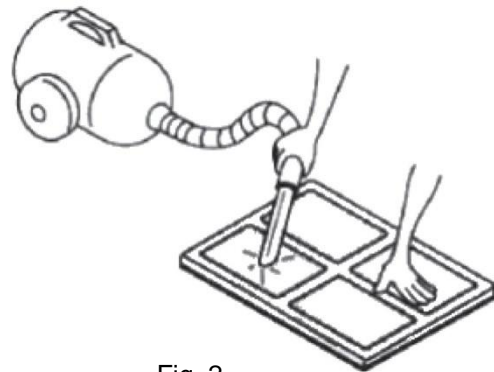

Fig. 2
3.3. Ta därefter bort den svarta gummiproppen vid kondensvattenslangens avtappningspunkt och lyft även upp den svarta gummiproppen! (Se fig. 2)
- Luftfiltret rengörs bäst försiktigt under ljummet vatten eller med en dammsugare på låg inställning (sugkraft). (Se fig. 2)